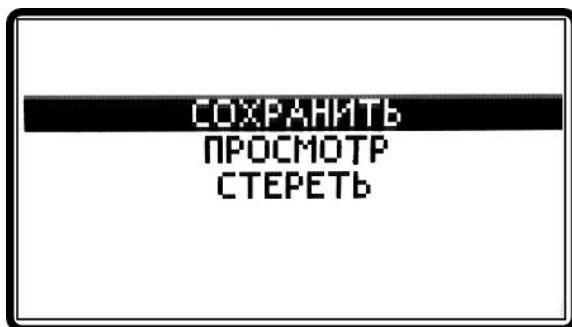

Рис. 6.6 Меню работы с памятью
6.4.1 Для сохранения спектра сигнала при контроле изделия необходимо установить преобразователь на бездефектном участке объекта контроля. При этом должен быть включен основной экран дефектоскопа (рис 6.1). Включить тумблером преобразователь. Провести преобразователь по объекту контроля. Убедиться в срабатывании индикации при прохождении или нахождении преобразователя над дефектом. При перемещении преобразователя определить по срабатыванию индикации место расположения дефекта. Установить преобразователь над дефектом, нажать кнопку , после чего на экране дефектоскопа отобразится основное меню (рис 6.2). В основном меню кнопками ,  выбрать строку «ПАМЯТЬ» и нажать кнопку . На экране отобразится меню работы с памятью (рис. 6.6).